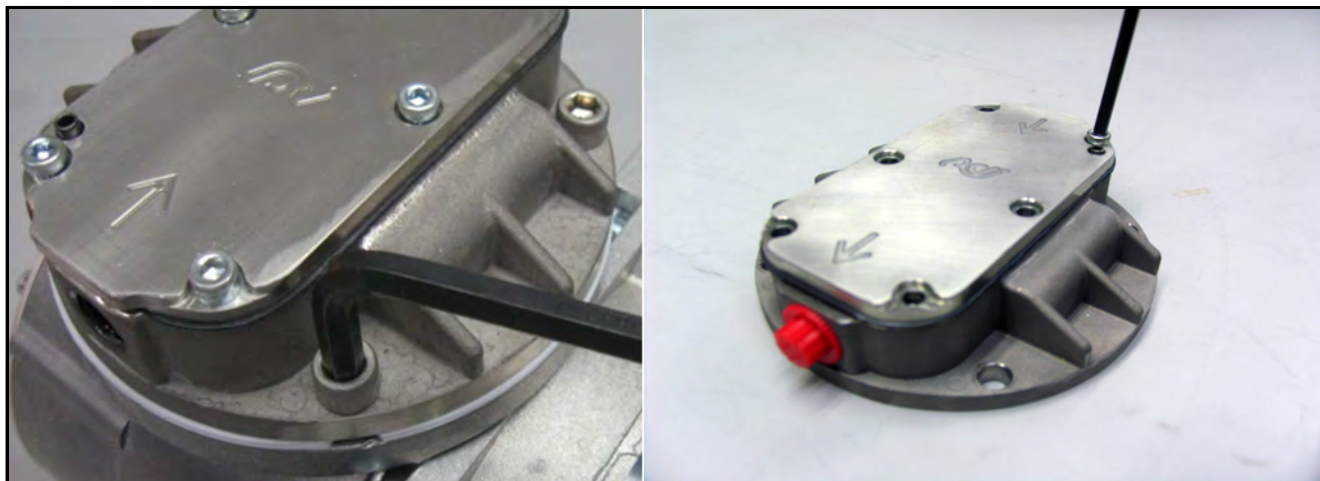

Figura 73: Retirada de la sección del cabezal y del cabezal
- a. Para obtener más información, consulte la *Figura 73*.